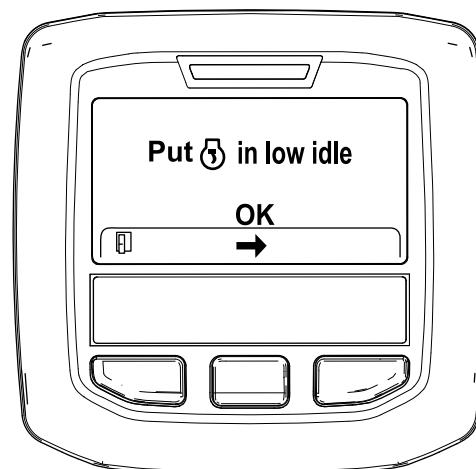

図 35
6. スロットルコントロールを低速アイドル位置にセットして、中央ボタンを押す図 35。